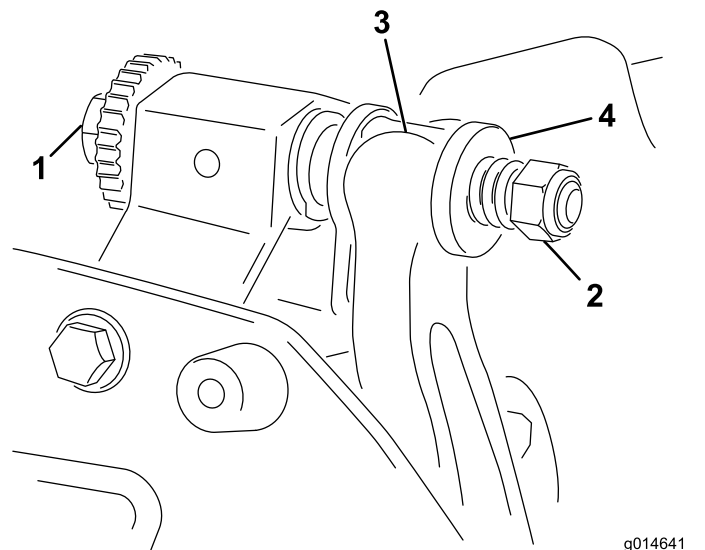

Figura 20
1. Gire el tornillo de ajuste de la barra de asiento en el sentido contrario a las agujas del reloj para alejar la contracuchilla del molinete (Figura 20).
2. Afloje la tuerca de tensado del muelle hasta que el muelle deje de presionar la arandela contra la barra de asiento (Figura 20).
1. Instale la barra de asiento, posicionando las pestañas de montaje entre las arandelas y el tornillo de ajuste de la barra de asiento (Figura 20).